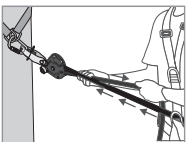
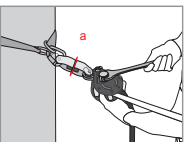

Fig. 3
Fig. 4
Una vez instalada la línea de vida, se debe realizar un ajuste previo de la tensión tirando manualmente de la cuerda (del lado del nudo de extremo, Fig. 3). Automáticamente la leva (8) y la palanca de leva (4) deben entrar en contacto con la cuerda. Abata la palanca de leva (4), y después, con una llave adaptada, aplique la tensión sobre el eje de ajuste de la tensión (1) hasta que la arandela testigo de tensión (a) colocada sobre el testigo de tensión (2) gire libremente (Fig. 4). En cuanto esta no pueda moverse, ¡NO APRIETE MAS! Esto corresponde a una tensión previa en la línea de 1 kN aproximadamente. Durante el uso, compruebe con regularidad esta tensión (rotación de la arandela testigo de tensión) y ajuste en caso necesario tal como se ha explicado anteriormente.